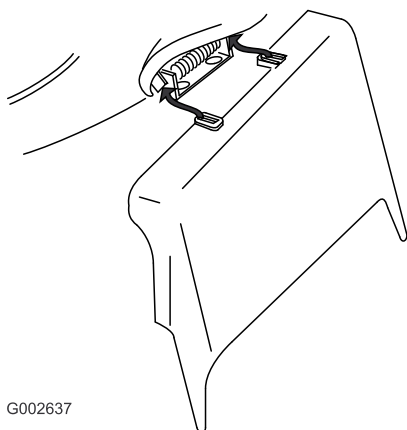

Figura 33
3. Montate il condotto di scarico laterale e chiudete lo sportello sul condotto (Figura 33).